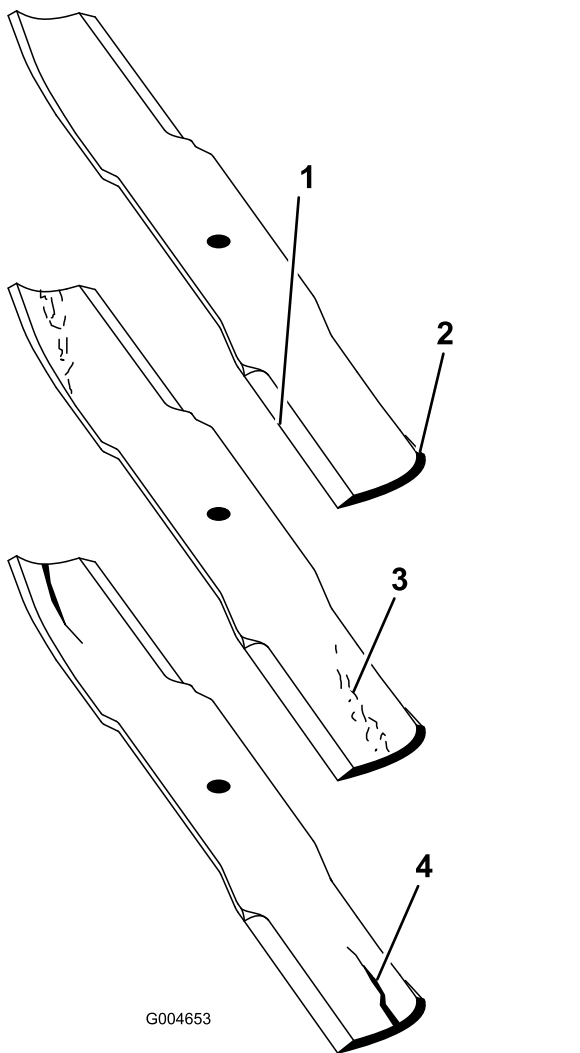

Bild 111
2. Prüfen Sie die Schnittkanten des Messers sorgfältig, insbesondere dort, wo die geraden Flächen die gebogenen berühren (Bild 111). Da Sand und anderes reibendes Material das Metall abschleifen kann, das die flachen und die gebogenen Teile verbindet, müssen Sie das Messer vor jedem Einsatz des Rasenmähers prüfen. Wenn Sie Abnutzungen (Bild 111) feststellen, sollten Sie das Messer auswechseln.